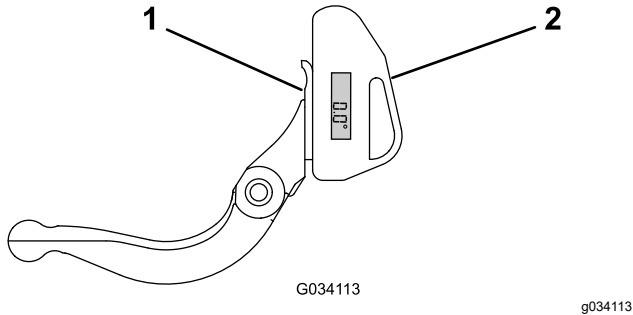

Bild 30
1. Positionieren Sie den Neigungsmesser an der Unterseite des Untermessers, wie in **Bild 30** abgebildet.